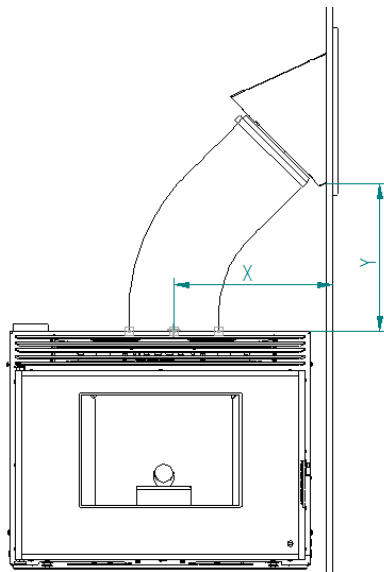

Figura 13 – Colocación equipo
- La localización de la boca de carga tiene que guardar una relación en la que X siempre sea menor que $Y= X \times 0,7$. (ver Figura 13). De esta manera nos aseguramos que la inclinación es la suficiente para que el pellet no se quede atascado en el tubo que tiene que conectar la boca de carga con la tapa superior del chasis del insertable. La boca de carga se puede instalar cualquiera de las paredes que forman la caja del insertable, tanto a la derecha como a la izquierda, en el frontal e incluso si la distribución de la casa lo permite por la parte trasera. Siempre se han de cumplir las distancias mínimas $X=390\text{mm}$, $Y=275\text{mm}$ Ejemplo: $X=450\text{mm}$ $Y=450 \times 0,7=315\text{mm}$ (mínimo)